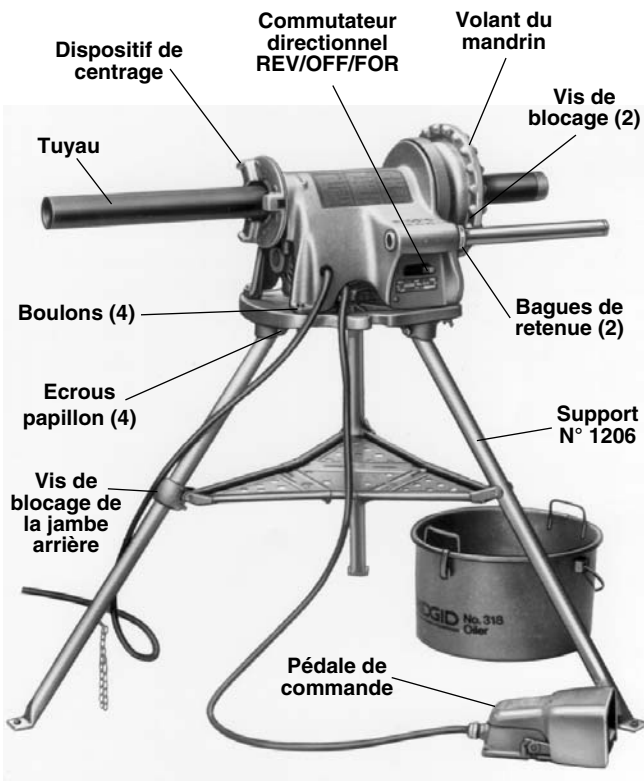

Figure 3 – Système d'entraînement N° 300 monté sur support N° 1206 avec dispositif de lubrification N° 418
- Repérez la vis de blocage du support de jambe de plateau qui se trouve sur la jambe arrière (Figure 3).
2. Montez le système d'entraînement sur le support à l'aide des boulons et écrous papillon prévus (Figure 3).
1. Assurez-vous que le système d'entraînement est débranché et que le commutateur directionnel est en position OFF (arrêt) (Figure 3).
4. Assurez-vous que la pédale de commande est en place et qu'elle est raccordée au système d'entraînement (Figure 3).
4. Lorsque le tuyau déborde de plus de quatre (4) pieds par rapport à l'extrémité du système d'entraînement, servez-vous d'un ou de plusieurs porte-tubes afin d'empêcher le renversement et l'oscillation du tuyau.
6. Si nécessaire, remplissez le système de lubrification N° 418 d'huile de coupe RIDGID Thread Cutting Oil. Positionnez le système de lubrification sous l'avant du système d'entraînement (*Figure 3*).